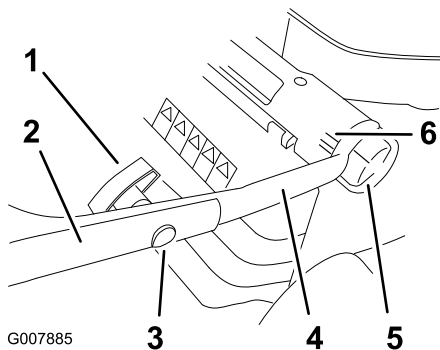

Figura 3
1. Afloje los pomos de ajuste de altura del manillar y gire el manillar inferior hacia la parte trasera del cortacésped hasta que encaje en uno de los ajustes de altura del manillar, según lo indicado en Figura 3. Para ajustar la altura del manillar, consulte Ajuste de la altura del manillar.
3. Instale la sección superior del manillar en la sección inferior con los pernos de cabeza ovalada y los pomos, según lo indicado en Figura 3. **Apriete firmemente los pomos del manillar.**
Usted puede ajustar la altura del manillar a tres posiciones diferentes: alta, media y baja (Figura 3). Seleccione el ajuste de altura del manillar que le sea más cómodo.